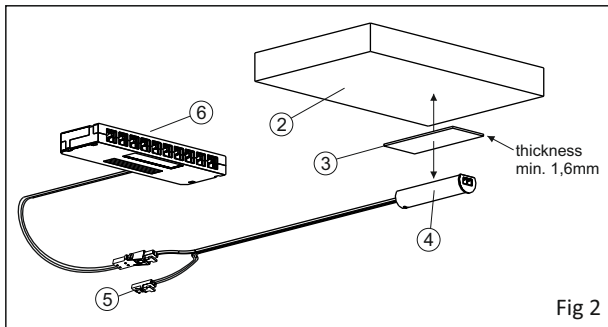

Fig 2
- The **IR-SENSOR** can be affixed projecting (fig. 2) from the installation surface (2), by simply applying the double-sided adhesive tape (3) in the desired position (first ensuring that the surface is clean) and then attaching the sensor (4) to the adhesive tape.
- Der **IR-SENSOR** kann auf der Installationsfläche (2) vorstehend (Abb. 2) befestigt werden, indem das zweiseitige Klebeband (3) einfach an der gewünschten Position angebracht wird (darauf achten, dass die Fläche sauber ist) und anschließend der Sensor (4) ebenfalls am zweiseitigen Klebeband angebracht wird.
- L'**IR-SENSOR** peut être fixé en saillie (fig. 2) sur la surface d'installation (2) en appliquant simplement le bi-adhésif (3) dans la position souhaitée (s'assurer que le plan soit propre) et, ensuite, en fixant le capteur (4) au bi-adhésif.